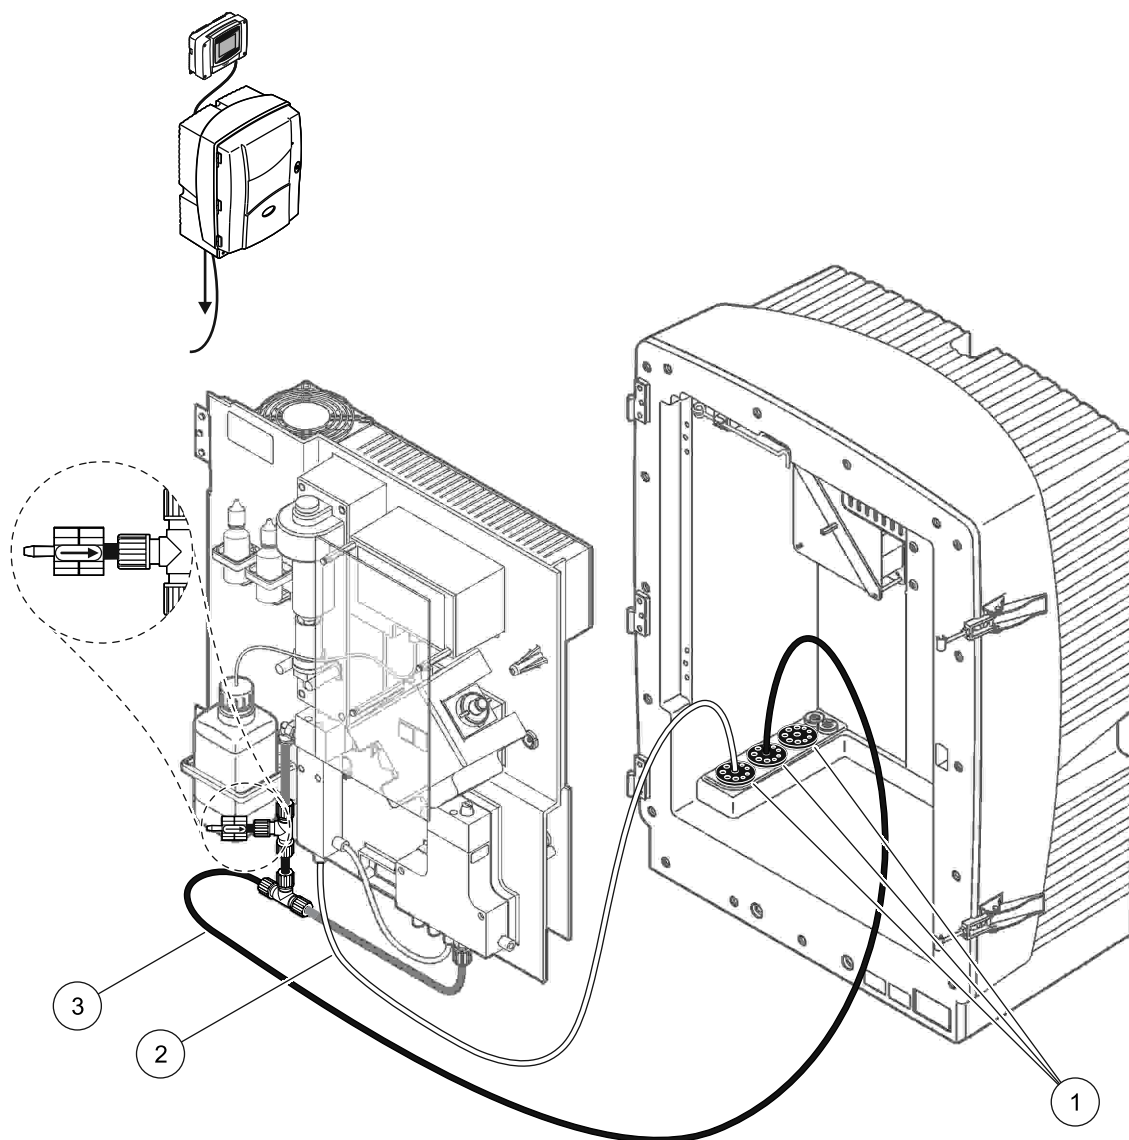

Рисунок 40 Монтаж версии 10а
Для версии 10а смотрите Рисунок 40 и следующие инструкции:
2. Пропустите линию проб от блока пробоподготовки через анализатор (Рисунок 40, позиция 2). Для фиксации используйте уплотняющую заглушку #3.